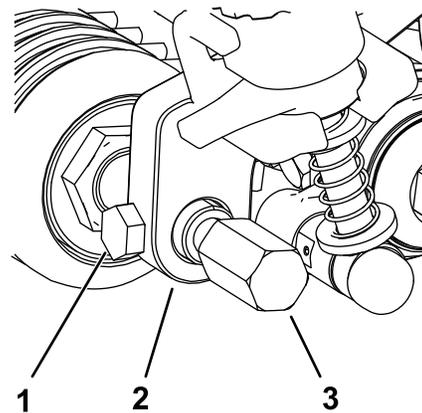

Figura 21
5. Insira e centre o eixo do rolo frontal entre os suportes da altura de corte e prenda-o com os dois parafusos de montagem removidos dos os suportes da altura de corte anteriores (Figura 21).
6. Fixe as proteções do rastelo em ambos os lados do eixo do rolo dianteiro (Figura 21).